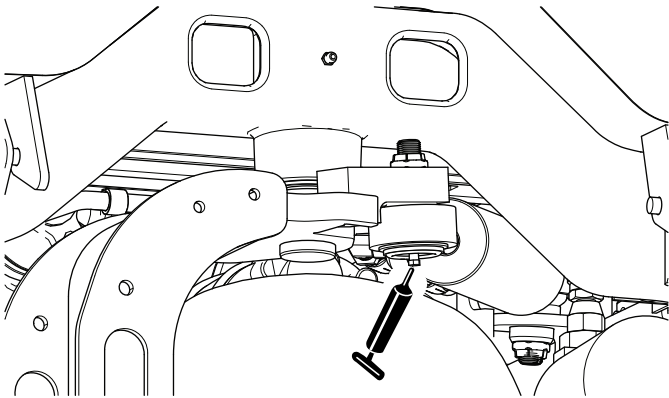

Figura 60
**Nota:** Si lo desea, puede instalar otro punto de engrase adicional en el otro extremo del cilindro de dirección. Retire el neumático, instale el engrasador, engrase, retire el engrasador y coloque el tapón (Figura 60).